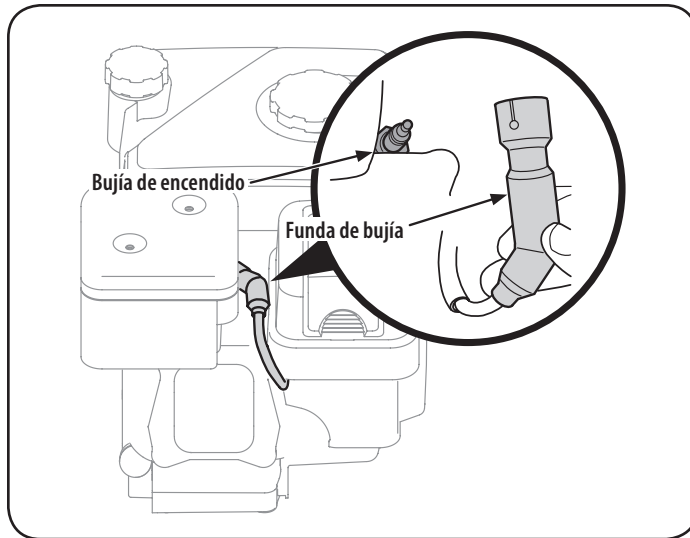

Figura 21
1. Retire la funda de bujía y utilice una llave para bujías para extraer la bujía. Vea la Figura 21.